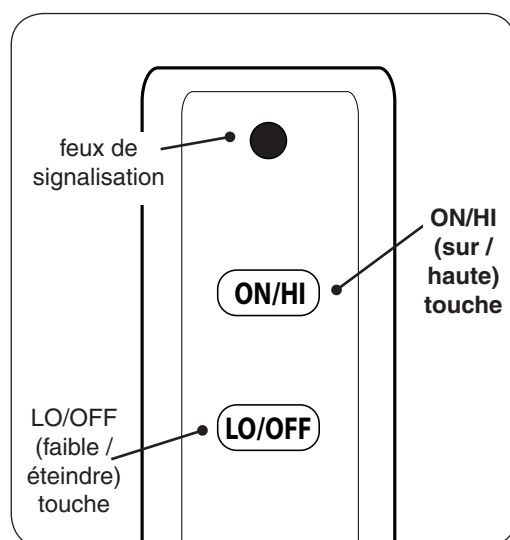

Fig. 22-1 Détail télécommande
2. Localiser la télécommande et appuyez sur le touche **ON/HI** (voir Fig. 22-1). La séquence d'allumage commence.